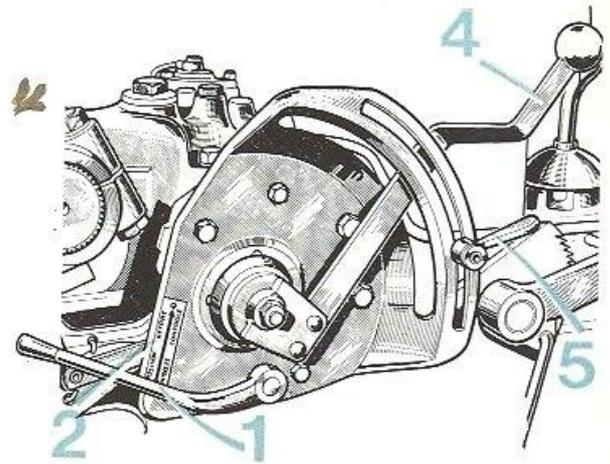

FIG. 41
A chaque position du levier (4) fig. 41 de commande du relevage sur le secteur, correspond une hauteur bien déterminée et constante des bras de relevage, donc de l'outil. Inversement le relevage total est réalisé lorsque le levier de commande est porté en butée vers l'arrière du secteur.
En travail pour des outils non équipés de roues ou de patins de limitation de terrage, mais qui doivent toujours occuper une position identique, il suffit de régler la butée (5) fig. 41 lorsque la profondeur désirée est atteinte. En portant le levier de commande au contact de cette butée, on retrouve un terrage de l'outil strictement égal.